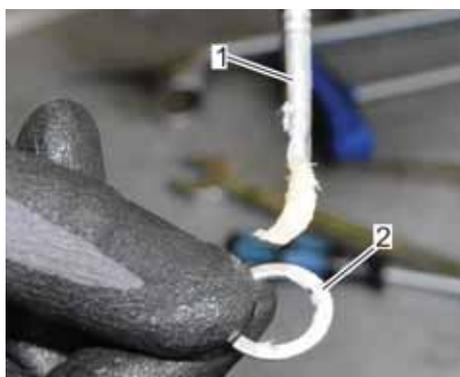

Abb. 109: Dichtring fetten
4. → Den neuen Dichtring (Abb. 109/2) mittels eines Pinsels (Abb. 109/1) beidseitig mit dem Fett *Anti Seize* fetten.